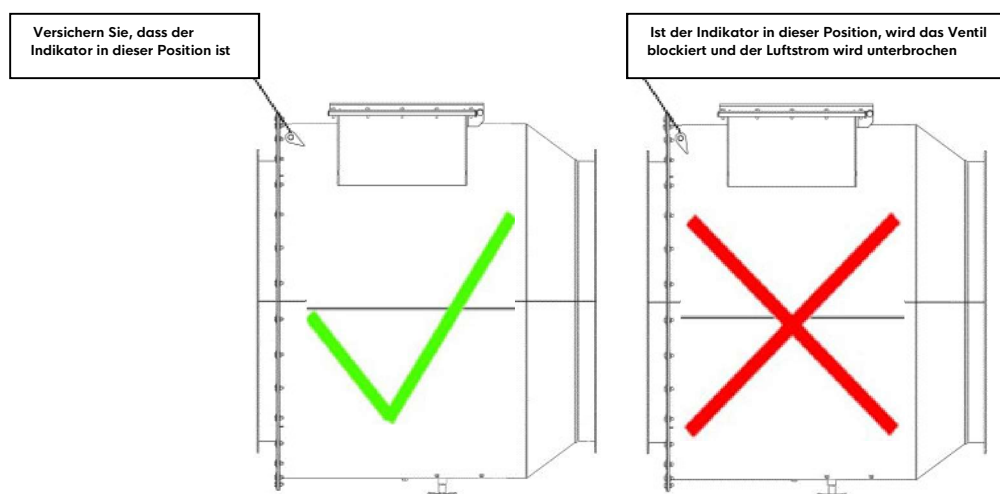

Abbildung 7 : Indikatorposition
Schritt 2: Versichern Sie, dass der Indikator sich in der richtigen Position befindet (Abbildung 7), andernfalls entsperren Sie ihn vor der Verwendung.